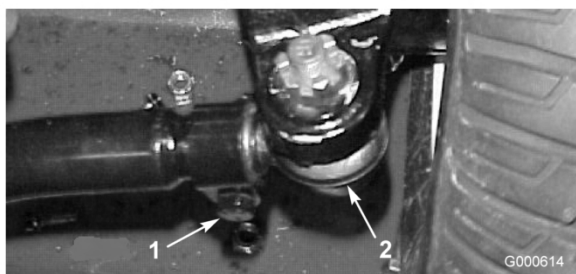

Figura 50
2. Para ajustar, retire la chaveta y la tuerca de cualquiera de las articulaciones esféricas de la biela (Figura 50). Retire la articulación esférica de la biela del soporte del eje.
3. Afloje las abrazaderas en ambos extremos de las bielas (Figura 50).
4. Gire la articulación esférica retirada hacia dentro o hacia fuera una (1) revolución completa. Apriete la abrazadera en el extremo suelto de la biela.
5. Gire el conjunto completo de la biela en el mismo sentido (hacia dentro o hacia fuera) una (1) revolución completa. Apriete la abrazadera en el extremo conectado de la biela.